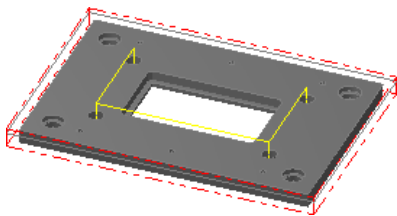

图 2.32 刀具路径
Step7. 单击“2D 刀具路径-螺旋铣孔”对话框中的 **✓** 按钮，完成加工参数的设置，此时系统将自动生成图 2.32 所示的刀具路径。